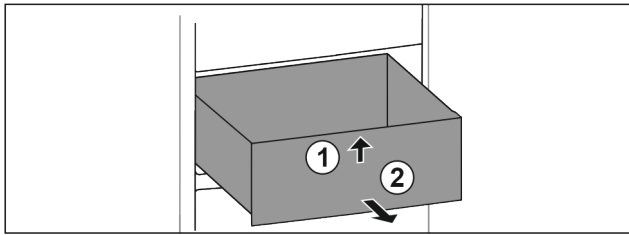

Fig. 62
- ▶ Levante el cajón por delante. Fig. 62 (1)
- ▶ Extraiga el cajón hacia delante. Fig. 62 (2)